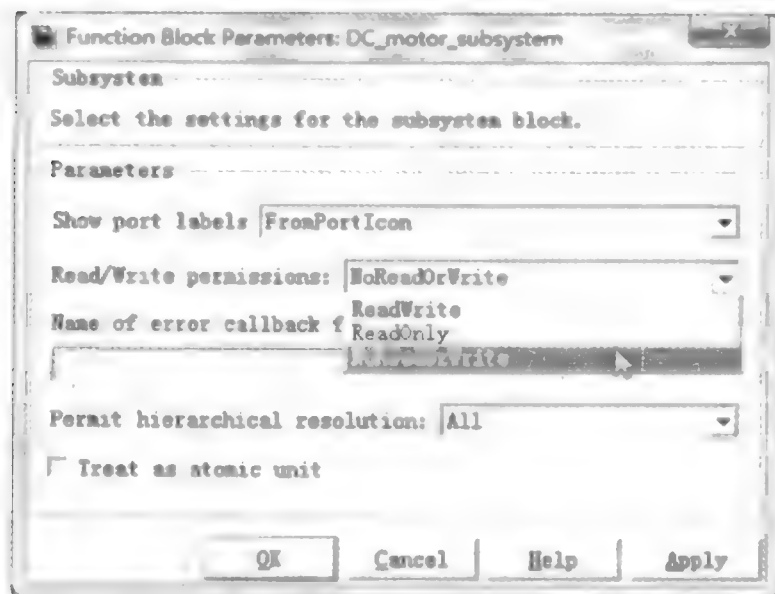

图 2.2.43 Block Parameters 界面
(1) 在将封装后的子系统拖入库编辑窗口之前右击子系统,选择 subsystem parameters 命令,如图 2.2.43 所示。
(2) 在 Read/Write Permissions 下拉菜单中选择 NoReadOrWrite 命令,单击 OK 确认。
(3) 将子系统模块拖入库编辑窗口。